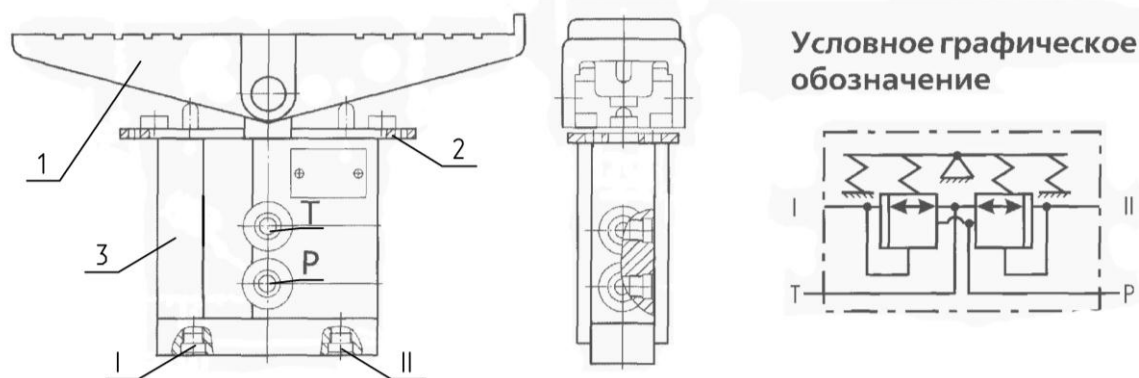

Рис. 10.8.3 Блок управления педальный.
3. Блок управления 110BFM-01 (рис. 10.8.3) - педальный двухзолотниковый по конструкции, но используется как однозолотниковый. Данный блок управления включает рабочие тормоза поз.1 рис.4.1.1. На экскаваторе E130W данные блоки управления фирмы ОАО «ПНЕВМОСТРОЙМАШИНА». Запрещается нарушать целостность пломб и разбирать блоки управления. В случае неисправностей обращайтесь к представителям фирмы «ПНЕВМОСТРОЙМАШИНА» по указанным выше телефонам.